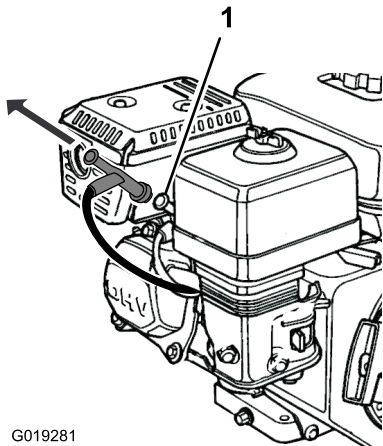

Figura 26
5. Desconecte con cuidado el cable de la bujía del terminal de la bujía (Figura 26).
11. Conecte el cable de la bujía (Figura 26).